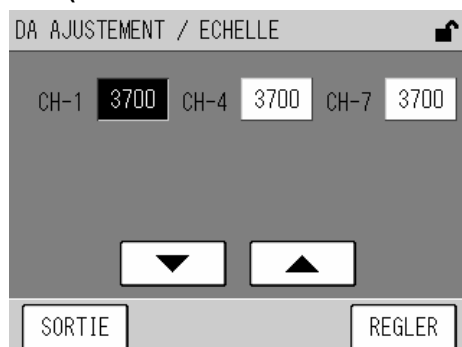

Fig. 56 Ecran DA ADJUST/ SPAN (REGL. NUM/ANA / GAIN)
- [ZERO]: Affiche l'écran DA ADJUST/ZERO (Réglage num./analogique/Zéro) d'étalonnage du zéro sur les sorties analogiques (Fig. 56 page 44).